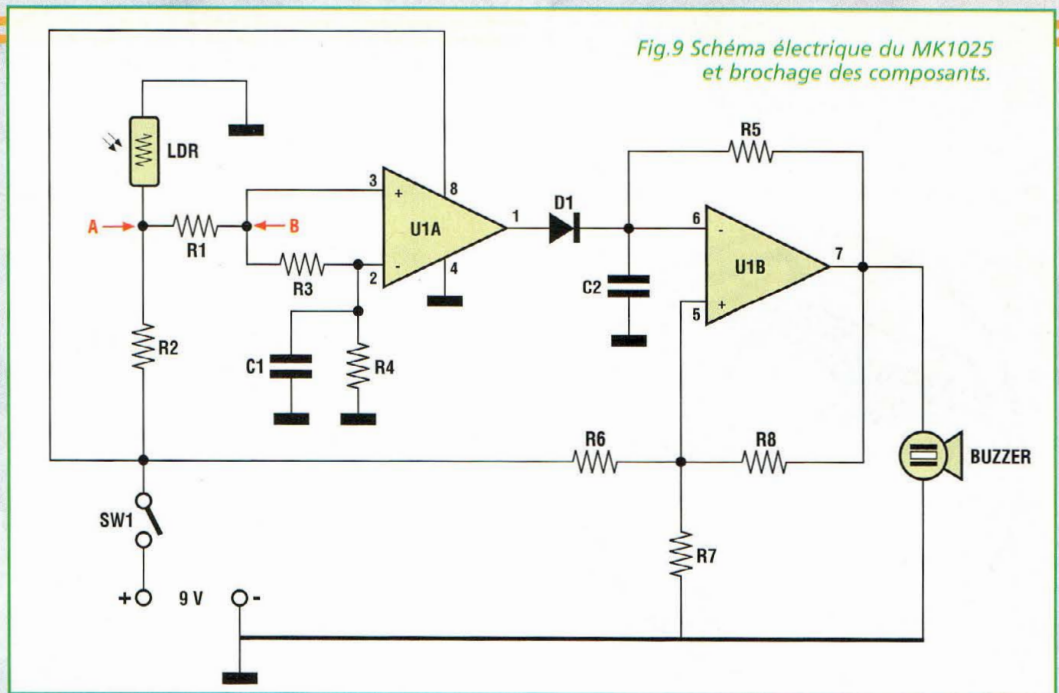

Fig.9 Schéma électrique du MK1025 et brochage des composants.
Le schéma électrique du MK1025 est reproduit en fig.9. La seconde partie du circuit est un oscillateur à environ 4 KHz qui exploite un ampli opérationnel (U1B), 4 résistances de 10 Kohms et un condensateur de 1,2 nF pour piloter le buzzer céramique. Cet oscillateur engendrant le bip est commandé par le signal présent sur la cathode de la diode D1 : en présence d'un signal haut, le buzzer fonctionne. Ce signal est également présent sur la sortie broche 1 du premier ampli opérationnel U1A. Le circuit formé par U1A mérite une attention particulière. Malgré sa simplicité, ce type de circuit, est rarement décrit dans les revues d'électronique et sur les livres consacrés aux amplificateurs opérationnels. Il joue un rôle très important dans les dispositifs sophistiqués, comme les systèmes de pointage automatiques, les variomètres ou les scanners téléométriques. Ce circuit très simple n'est autre qu'un C.N.D.D. (Continuous Négative Delta Detector). Pour étudier cette configuration, faisons abstraction de la résistance R4. Au point (A) est présente une certaine tension, dont la valeur peut être comprise entre 0 volt et 8/10 de la tension d'alimentation de U1. Tant que la tension sur les broches d'entrées 2 et 3 de U1A reste identique. En effet le condensateur C1 se charge à une même valeur de tension que celle présente au point (B). Ainsi, la sortie broche 1 de U1A est à 0 volt. Une diminution de la valeur de tension